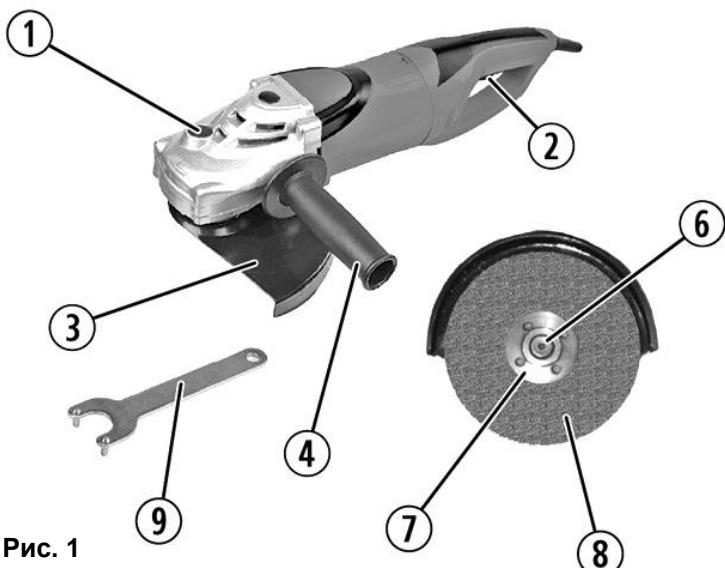
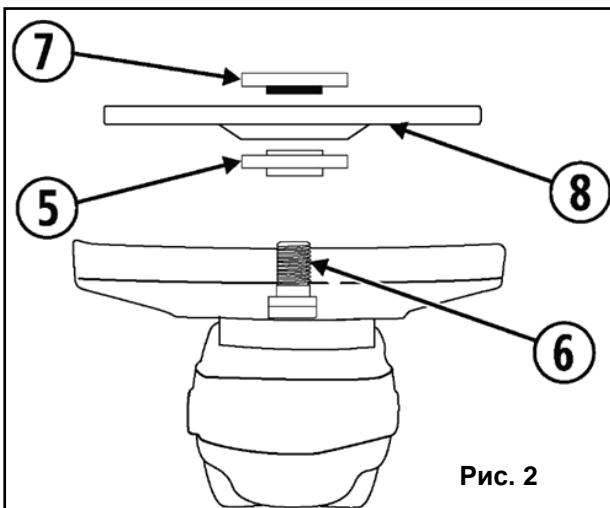

Рис. 1
Рис. 2
- Расположите инструмент шпинделем (6) вверх (См. Рис. 2).
- Удерживая нажатой кнопку фиксации шпинделя (1)(См. Рис.1), установите внутренний фланец (5) на шпиндель (6)(См. Рис.2).
- Установите новый, исправный отрезной или шлифовальный круг (8).
- Если Вы устанавливаете абразивный круг с утопленным центром, то выпуклость диска должна быть направлена в сторону внутреннего фланца (См. Рис.2).
- Накрутите внешний фланец (7) на шпиндель (6). Если Вы устанавливаете **шлифовальный круг**, то бортовое кольцо фланца (7) должно быть направлено **к кругу** (См. Рис. 2).
- Крепко затяните внешний фланец (7)(См. Рис. 2; 3) с помощью фланцевого ключа (входит в комплект поставки).
- Отпустите фиксатор шпинделя (1)(См. Рис.1).
- Расположите инструмент шпинделем (6) вверх (См. Рис. 2; 3).
- Удерживая нажатой кнопку фиксации шпинделя (1)(См. Рис.1), отверните наружную фланцевую гайку (7)(См. Рис.2), идущим в комплекте фланцевым ключом (9)(См. Рис.1).
- Для включения инструмента - нажмите на клавишу пускового выключателя (2) (См. Рис.1). Переведите ее в положение «ВКЛ» (ON).
- Для выключения инструмента - отпустите клавишу пускового выключателя (2) (См. Рис.1). Переведите ее в положение «ВыКЛ» (OFF).